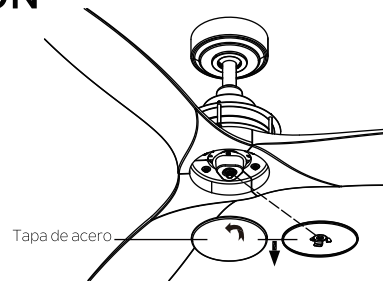

Fig. 21
**Paso 1.** Retire la tapa de acero haciéndola girar en sentido horario. (Fig. 21).